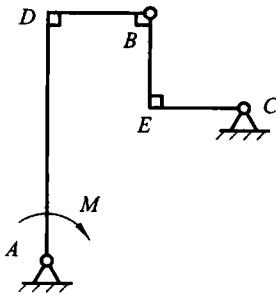

图 2.14
10. 如图 2.14 所示，构件 *AB* 与 *BC* 在 *B* 点铰接，*A*、*C* 为固定铰链，各构件的自重不计，已知 *AD*=250 mm，*DB*=100 mm，*BE*=100 mm，*EC*=100 mm。当在构件 *AB* 上作用一力偶矩 *M*=750 N·m 时，求支承 *A* 点和 *C* 点的约束反力。